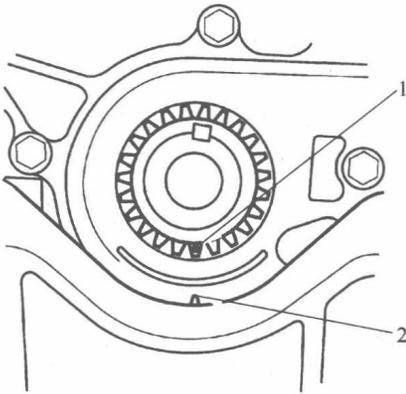

图 1-1-10
(1) 将曲轴置于上止点 (TDC)。将曲轴链轮上的 TDC 标记 1 与机油泵上的指针 2 对准，如图 1-1-10 所示。
(2) 拆下曲轴链轮。
(3) 将凸轮轴设定到 TDC。凸轮轴链